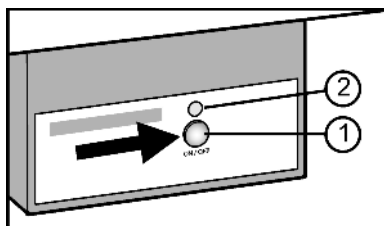

Fig. 23
- ▶ Taste On/Off Fig. 23 (1) drücken, so dass die LED Fig. 23 (2) leuchtet.